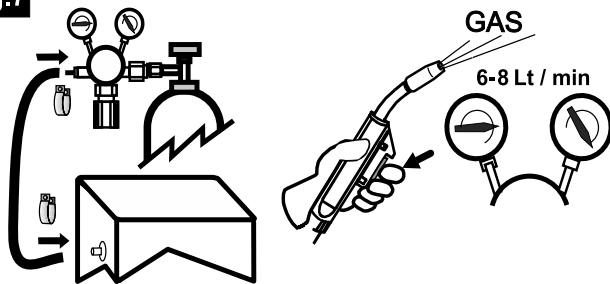

Fig.8
- Tieni il capo ed il tronco il più lontano possibile dal circuito di saldatura. Non lavorare vicino, seduto o appoggiato alla saldatrice. Distanza minima: **Fig. 8 Da** = cm 50; **Db** = cm.20